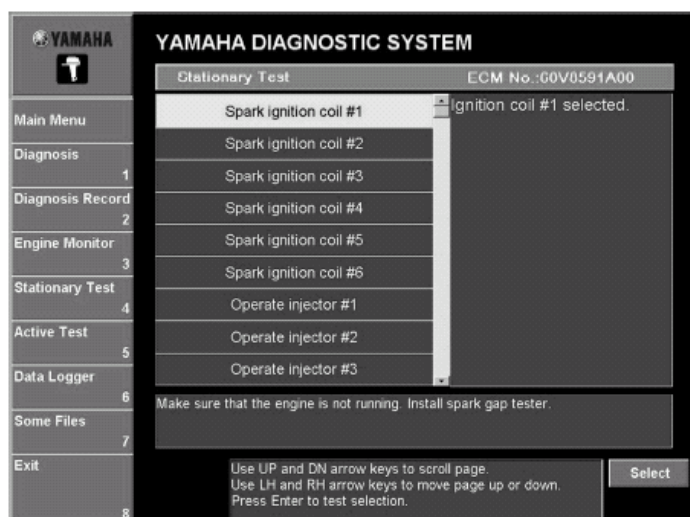

Рис. 64
1. Выбрать тест, который Вы желаете выполнить щелчком по нему или нажимая клавишу курсора вверх или вниз на клавиатуре. (Рис. 64)
4. выбрать номер цилиндра к которому подключен тестер искрового промежутка и который будет проверяться, и затем щелкнуть **Выбор(Select)** или нажать клавишу Enter клавиатуры. (Рис. 64)